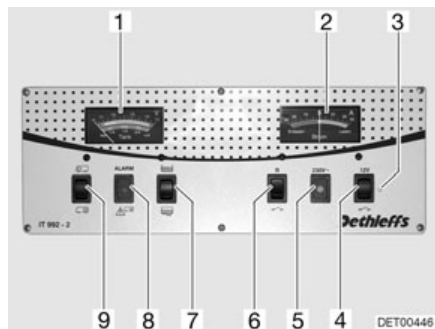

Fig. 160 Panneau de contrôle IT 992
Observer sur l'indicateur de charge/de niveau de réservoir (Fig. 160,1), la graduation supérieure. L'indicateur s'éclaire automatiquement dès qu'un commutateur est actionné.
- Commutateur à bascule (Fig. 160,9) vers le haut "🚐" : La tension de la batterie de démarrage est affichée.
- Commutateur à bascule (Fig. 160,9) vers le bas "🔋" : La tension de la batterie de cellule est affichée.
Observer sur l'indicateur de charge/de niveau de réservoir (Fig. 160,1) la graduation inférieure. L'indicateur s'éclaire automatiquement dès qu'un commutateur est actionné.
- Commutateur à bascule (Fig. 160,7) vers le haut "☰" : Le niveau du réservoir d'eau est affiché.
- Commutateur à bascule (Fig. 160,7) vers le bas "☷" : Le niveau du réservoir d'eaux usées est affiché.
Le voyant d'alerte rouge ALARME (Fig. 160,8) clignote dès que la charge de la batterie de cellule descend en dessous de 11 V (mesurée en marche) et qu'il y a risque de décharge profonde des batteries.
Cet indicateur (Fig. 160,2) permet de visualiser en permanence le flux de courant actuel de la batterie. L'indicateur s'éclaire automatiquement dès qu'un commutateur est actionné.
L'interrupteur principal 12 V (Fig. 160,4) établit ou coupe le panneau de contrôle et l'alimentation 12 V de la cellule.
*Mise en marche :* ■ Commutateur à bascule (Fig. 160,4) vers le haut "  " : L'alimentation 12 V de la cellule est assurée. Le voyant de contrôle (Fig. 160,3) s'allume en vert.
*Mise hors service :* ■ Commutateur à bascule (Fig. 160,4) vers le bas "  " : L'alimentation 12 V de la cellule est coupée. Le voyant de contrôle (Fig. 160,3) s'éteint.
Le voyant de contrôle 12 V (Fig. 160,3) s'allume dès que l'interrupteur principal 12 V (Fig. 160,4) est enclenché.
Le voyant de contrôle jaune 230 V (Fig. 160,5) s'allume si l'arrivée du bloc électrique est sous tension de réseau.
*Mise en marche :* ■ Commutateur à bascule (Fig. 160,6) vers le haut : La pompe à eau est mise en marche.
*Mise hors service :* ■ Commutateur à bascule (Fig. 160,6) vers le bas "  " : La pompe à eau est désactivée.